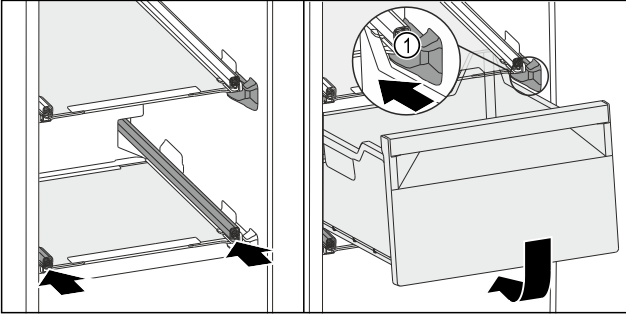

Fig. 140
- ▶ Çekmeceyi durdurucuların Fig. 140 (1) etrafından döndürün.